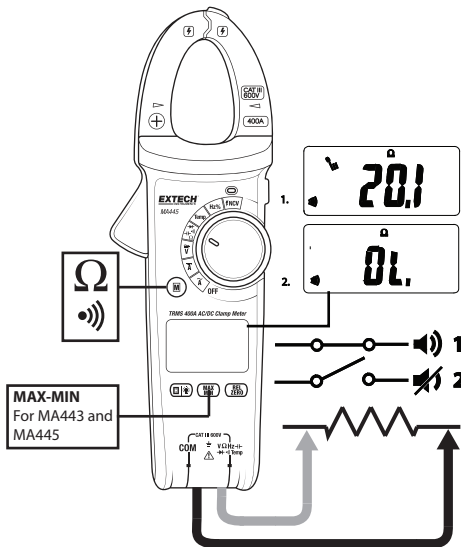

Fig. 7 – Mesures de la résistance et de la continuité
3. Insérez la fiche banane du câble de test noir dans la prise jack négative COM. Insérez la fiche banane du câble de test rouge dans la prise jack positive Ω . Voir Fig. 7.